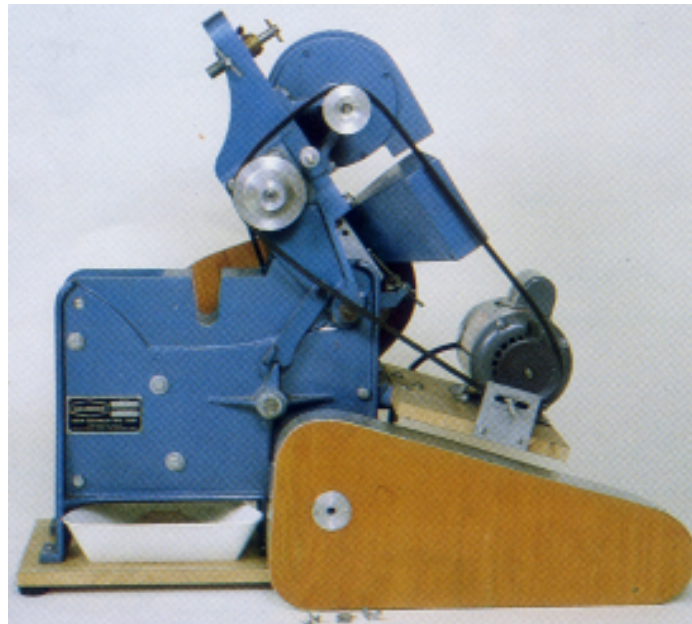

Figura 5. Descascarador abierto para chequeo o limpieza.
- 3.1 La limpieza debe realizarse con una brocha y una aspiradora después de una jornada de trabajo con el equipo. También se debe limpiar la parte interna del equipo, para esto es necesario levantar la parte superior del equipo y fijarla con la palanca de seguridad. Ver figura 5.